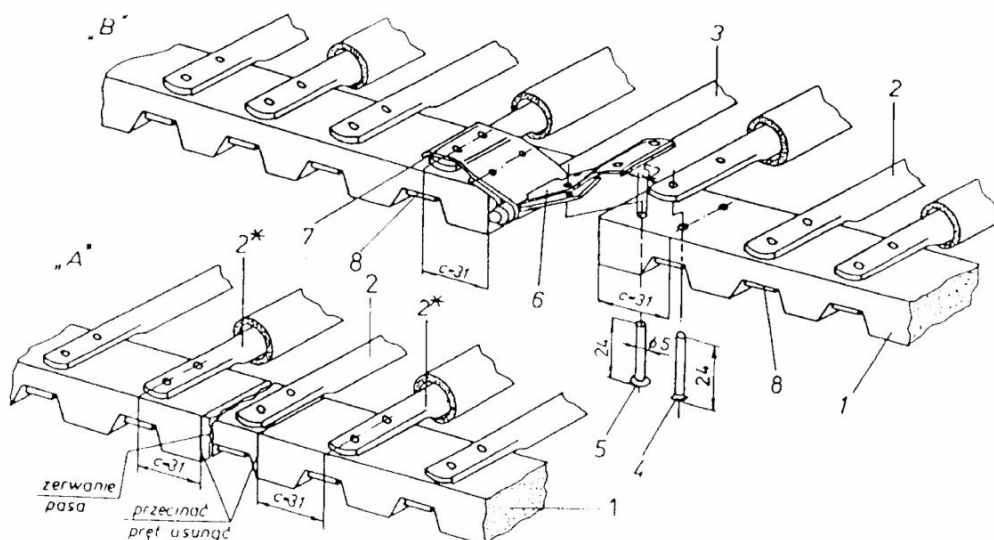

Abb. 34. Siebtransporter (Absieber).
Die Enden des Absiebers sind miteinander mittels Halbschlösser und eines Verbindungsstabs verbunden. Im Betrieb des Absiebers reiben diese Elemente aneinander und nutzen sich ab. Nach Bearbeitung von etwa 30 ha wechsele die Halbschlösser und den Stab. Nach Abnahme des Absiebers entferne die Nieten, welche die Halbschlösser mit den Bändern verbinden, lege neue Halbschlösser ein und verniete sie wie in Abb. 34 gezeigt.
- kürze den Absieber um ein Abschnitt: schneide Band abschnitte an der Reißstelle ab – zusammen mit dem Stab (2) so, dass die Abmessung „C“ Abb. 34 A eingehalten wird,
- entferne die Nieten, welche die äußeren Stäbe mit den Absieberbändern (1) verbinden,